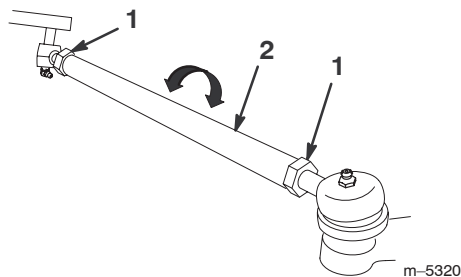

Figure 52
5. Si les mesures sont hors spécifications, desserrez les écrous de blocage aux deux extrémités des biellettes (Fig. 52).